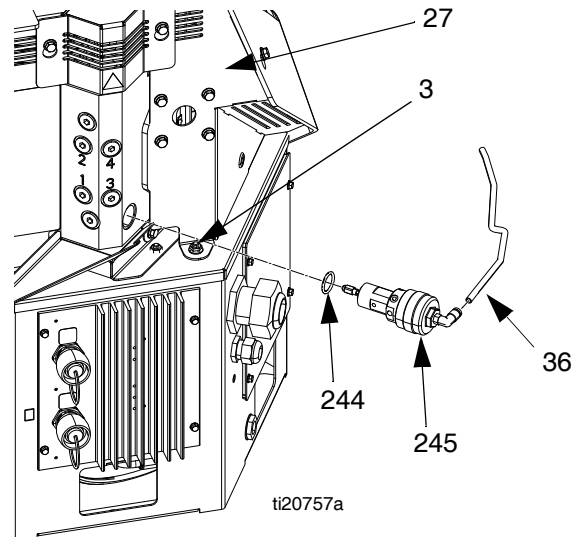

FIG. 43
4. Retire el tubo de aire (36) de la válvula de alivio. Extraiga el tubo de aire por la cubierta de metal (27). Vea la FIG. 43, página 72.
5. Use la llave de tubo de 7/16 pulg. para extraer las tuercas (3) y luego retire la cubierta de metal (27).
6. Desconecte los conectores de cables del interruptor de sobret temperatura (251).
7. Retire los tornillos (255) que sujetan el interruptor de sobret temperatura (251) al conjunto del fundidor (5); luego retire el interruptor.
4. Retire el tubo de aire (36) de la válvula de alivio (245). Extraiga el tubo de aire por la cubierta de metal (27). Consulte la FIG. 43.
5. Retire las tuercas (3); luego retire la cubierta (27).
6. Use la llave inglesa para extraer la válvula de alivio de presión del fluido del fundidor (245). Consulte la FIG. 43.
7. Use una pinza de junta tórica para extraer la junta tórica (244).
8. Instale la junta tórica (244) en el colector.
9. Enrosque la nueva válvula de alivio de presión del fluido (245) en el colector. Consulte la FIG. 43. Una vez que se ha ajustado a mano, use la llave inglesa para ajustar.
10. Use las tuercas (3) para instalar la cubierta de metal.